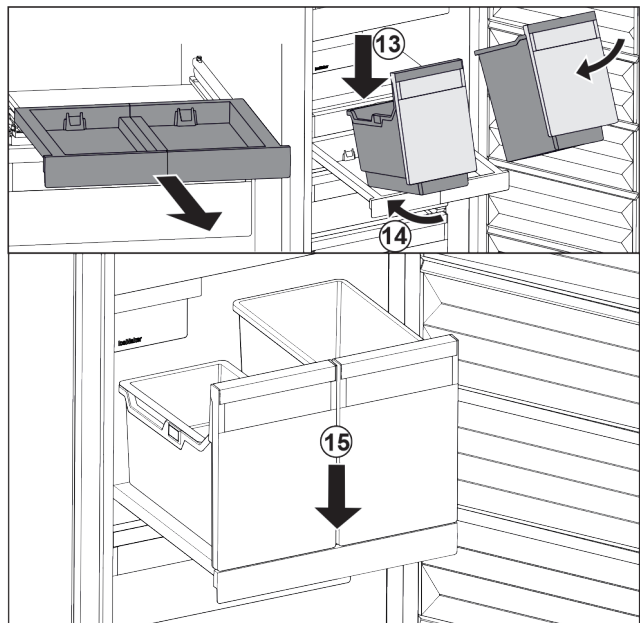

Fig. 28
- ▶ Bak schuin op het uitschuifplateau plaatsen. Fig. 28 (13)
- ▶ Bak er schuin naar achteren inschuiven. Fig. 28 (14)
- ▶ Bak aan voorzijde neerzetten. Fig. 28 (15)